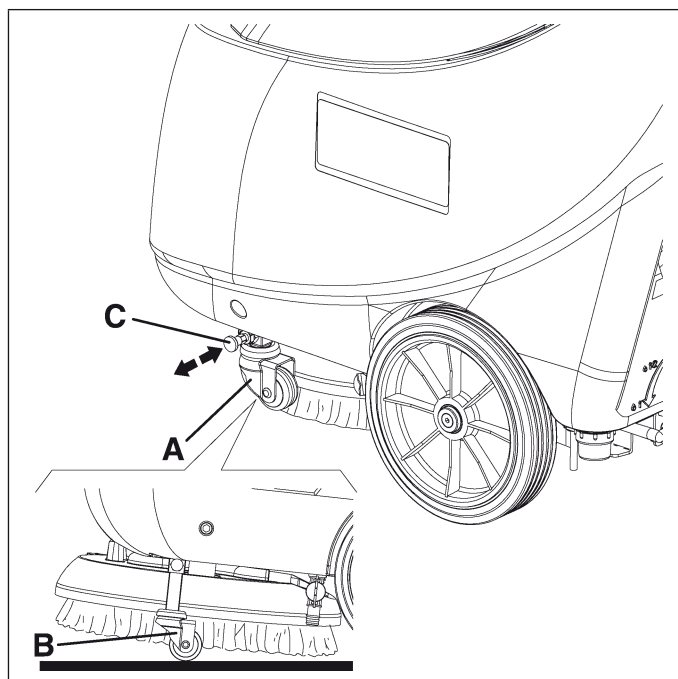

Figure 9
11. Soulever la brosse/disque et activer le dispositif de stationnement (A, Fig. 9) en le positionnant sur (B) après avoir actionné la goupille correspondante (C).